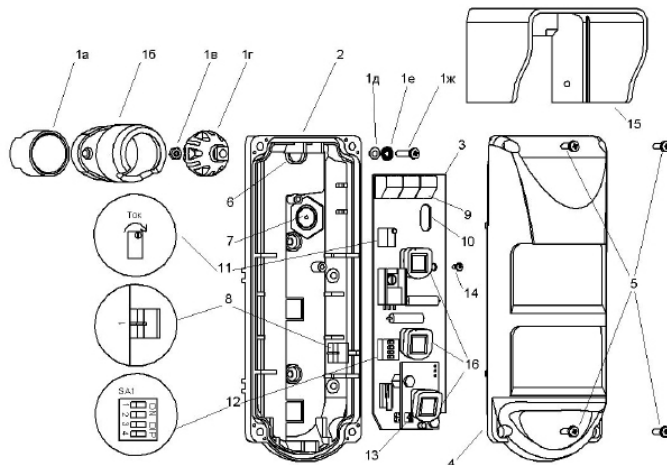

Рисунок 2 – Конструкция извещателя
5.6.6 Измерить падение напряжения на выводах ШС и вращением оси многооборотного потенциометра (11, рисунок 2) регулировки тока извещателя восстановить падение напряжения между выводами ШС до уровня, измеренного в п. 5.6.2.